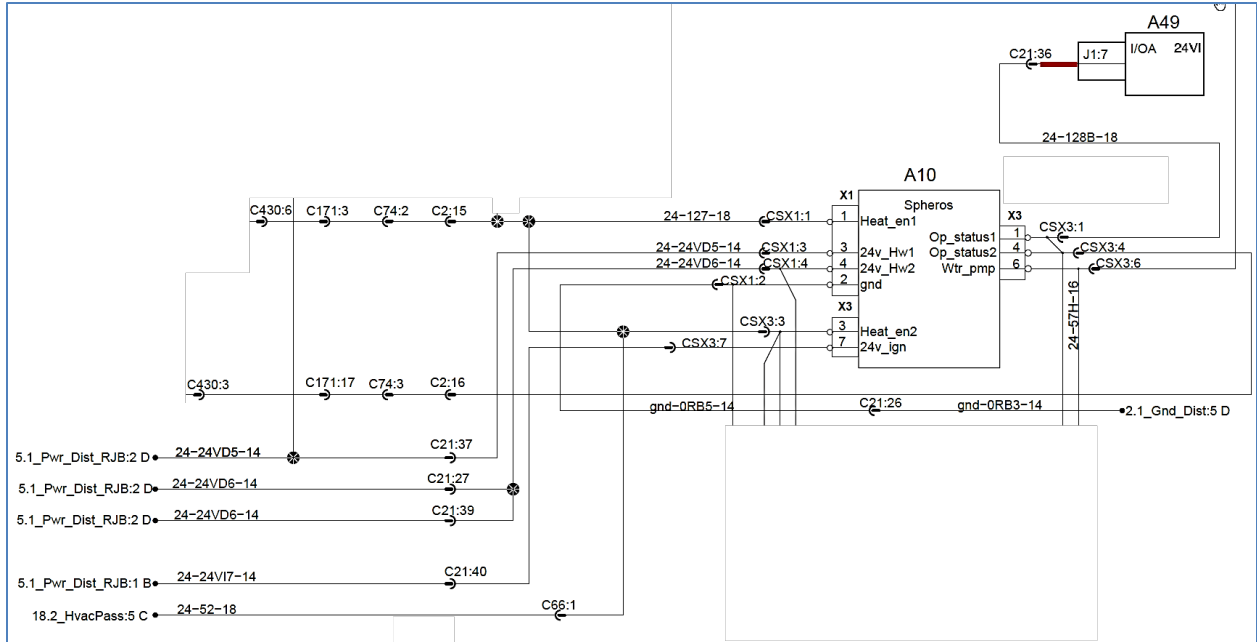

FIGURE 50
3. Dans le compartiment principal d'alimentation retirer le circuit connecté entre le connecteur C21 logement # 36 (FIGURE 50 & FIGURE 51) et le module A49 connecteur J1 logement # 7.